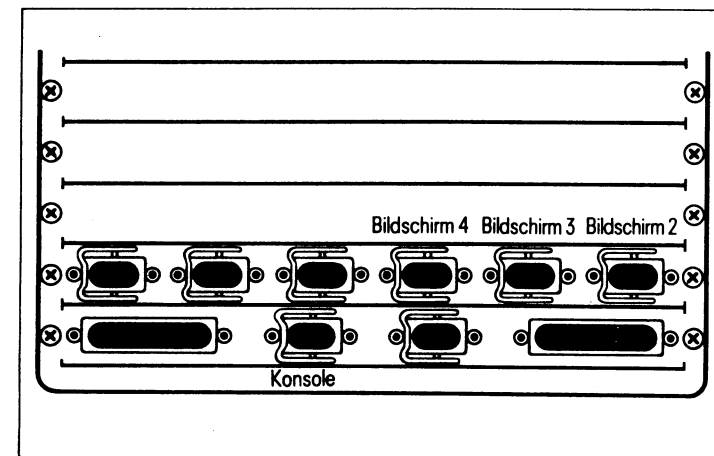

Bild 4.8: Anschlüsse der Bildschirmarbeitsplätze
- 26 Stecken Sie die Verbindungsleitungen von allen Bildschirmarbeitsplätzen wie auf Bild 4.8 dargestellt. Die Verbindungsleitung der Konsole wird auf den Steckplatz 'CRT' gesteckt.